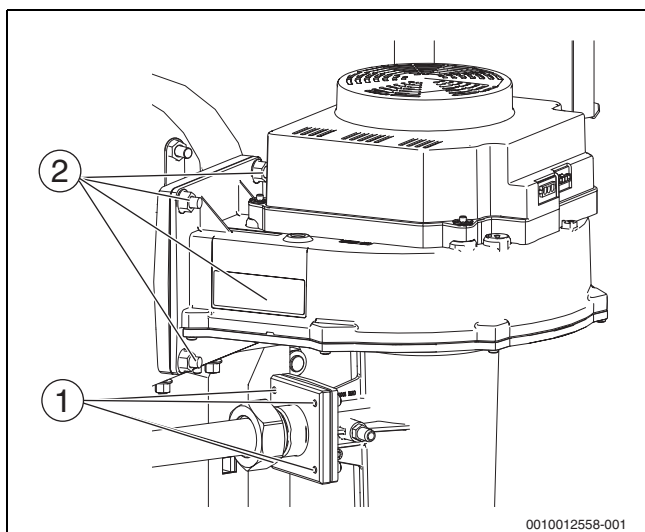

Fig. 65 Demontarea ventilatorului (dimensiuni ale cazanului de 200-300 kW)
- ▶ Desfaceți flanșa de amestecare prin îndepărtarea celor 4 piulițe de la nivelul ajutorului Venturi (→ Fig. 65, [1]).
- ▶ Îndepărtați 4 piulițe hexagonale de la nivelul cotului de amestecare (→ Fig. 65).
- ▶ Desfaceți ventilatorul prin îndepărtarea celor 4 piulițe de la nivelul cotului de amestecare (→ Fig. 65, [2]).